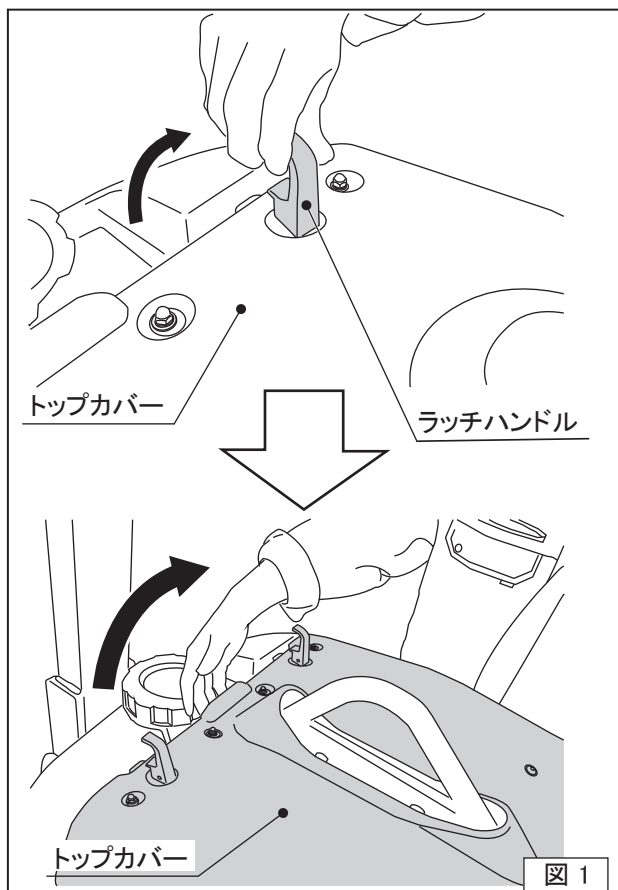

図 1
- ラッチハンドルを上げ、トップカバーやサイドカバーを開けてください。(図1,2)